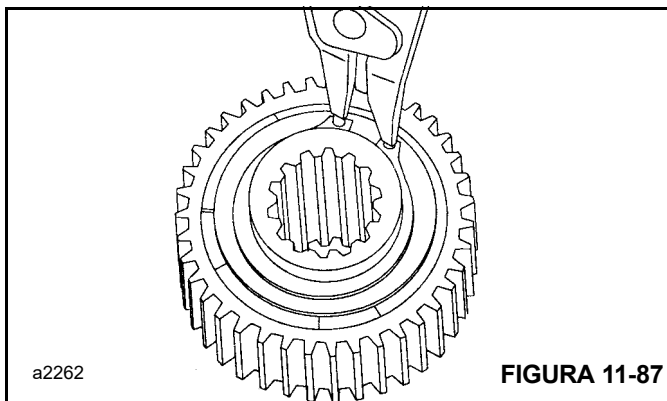

FIGURA 11-87
1. Retire el anillo elástico y el retenedor de buje de uñas de un extremo solamente (Figura 11-87).